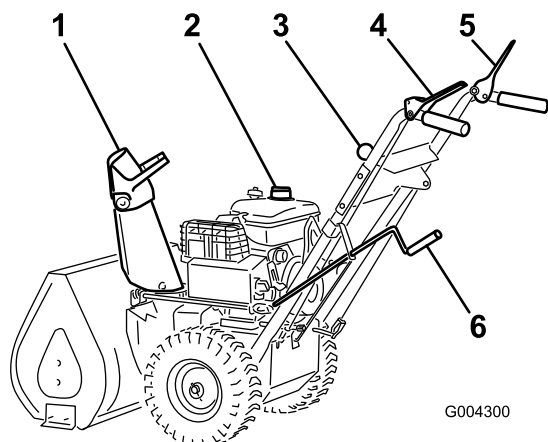

Рисунок 13
3. Отпустите рычаг управления шнеком/крыльчаткой и рычаг управления приводом (Рисунок 13).
11. Поставьте рычаг переключения скоростей (Рисунок 13) на первую передачу, прижмите рычаг управления приводом к рукоятке, затем отпустите рычаг управления приводом. Если снегоочиститель движется вперед до нажатия рычага управления приводом или после отпускания рычага, выполните операции, указанные в разделе «Регулировка привода колес».